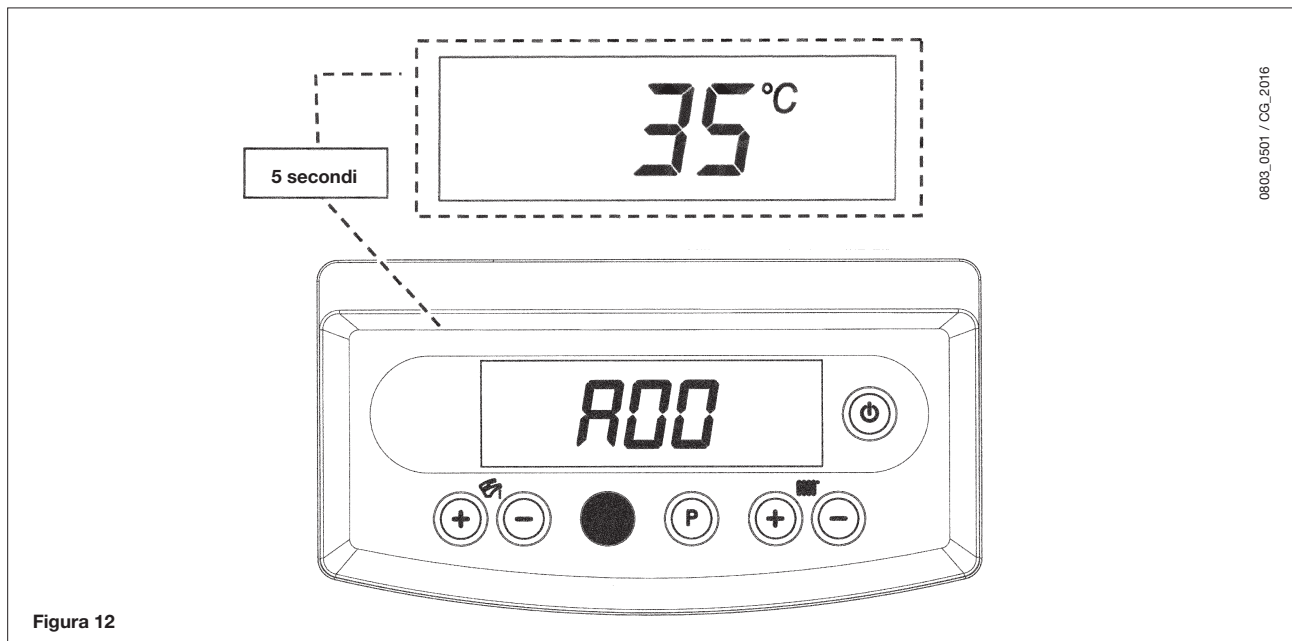

Figura 12
- Tenere premuto il tasto  $\text{⏻}$  per circa 6 secondi. Quando la funzione è attiva il display visualizza la scritta **"A00"** (...**"A07"**) che si alterna al rispettivo valore (figura 12);